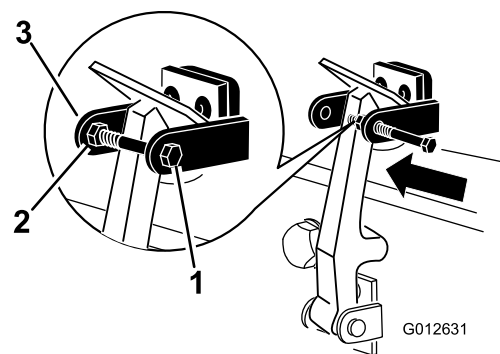

Рисунок 9
7. Вверните болт в другой рычаг кронштейна защелки капота для фиксации защелки в надлежащем положении (Рисунок 9).